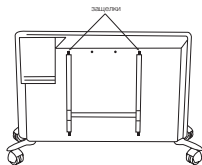

Рис. 4
- освободить настенный кронштейн от конвектора, необходимо следующим образом: нажмите на защелки и потяните кронштейн на себя нажав вниз на две защелки (рис. 4);
Конвектор не требует специального ухода. Перед обслуживанием (уходом) необходимо выключить конвектор из электросети и убедитесь что он остыл. Корпус прибора следует время от времени протирать мягкой тряпкой или влажной губкой. Ни в коем случае не используйте абразивные, пеномоющие средства и растворители. Произвести чистку пространства позади установленного на стене обогревателя довольно несложно. Нажмите вниз две защелки (рис. 4) на задней стенке обогревателя, и потяните сам обогреватель вперед. После того, как он будет снят, можно будет вымыть стенку, на которой он был установлен. После завершения уборки установите обогреватель в его нормальное рабочее положение. Рекомендуемая температура и влажность в помещении: